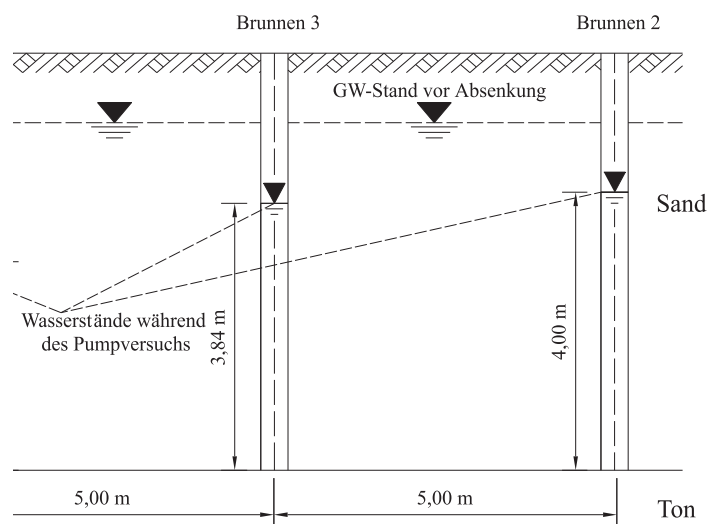

Abbildung 1.3: *Vertikaler Schnitt A-A*
- 1.2 Für die in Bild 1.3 dargestellte Probeabsenkung werden der Brunnen 4 als Entnahmebrunnen und die Brunnen 2 und 3 als Beobachtungsbrunnen verwendet. Für den Brunnen 4 wird im stationären Zustand eine Entnahmemenge von  $Q = 16,40 \text{ m}^3/\text{h}$  gemessen. Welcher Durchlässigkeitsbeiwert des Bodens errechnet sich aus der Probeabsenkung?